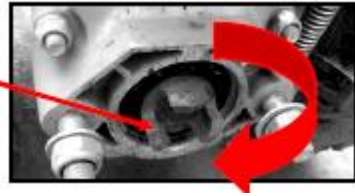

FIGURE 11
- ⑥ Le guidon d'embrayage est maintenant desserré et la tête de sortie de la PDF ne peut pas être tournée (Voir figure 11)